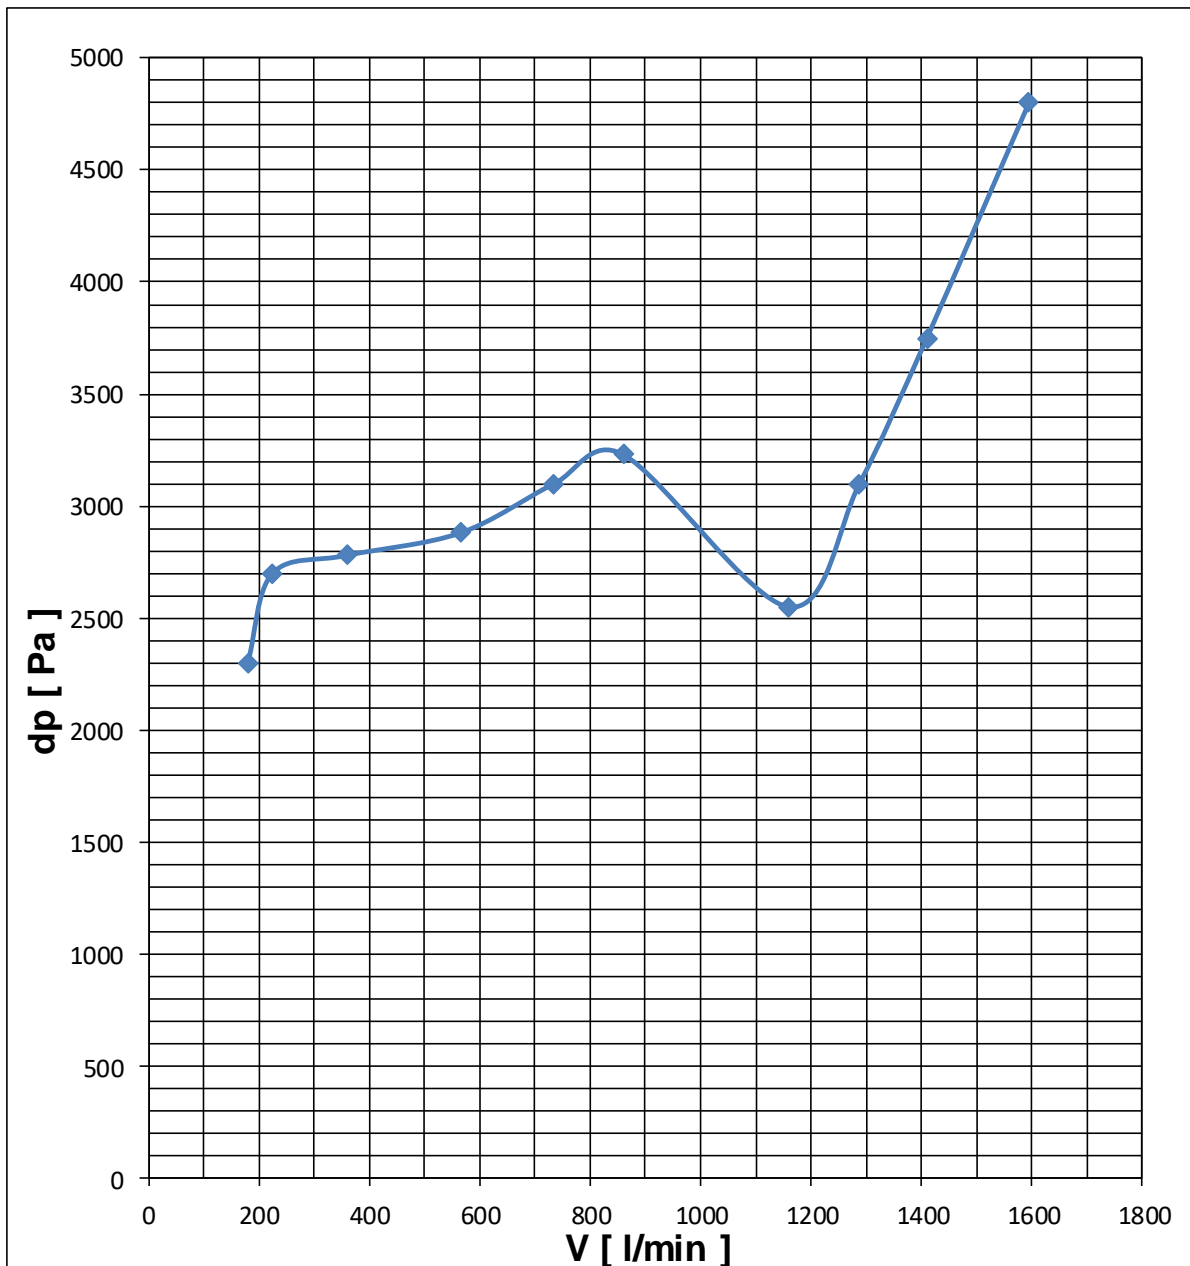
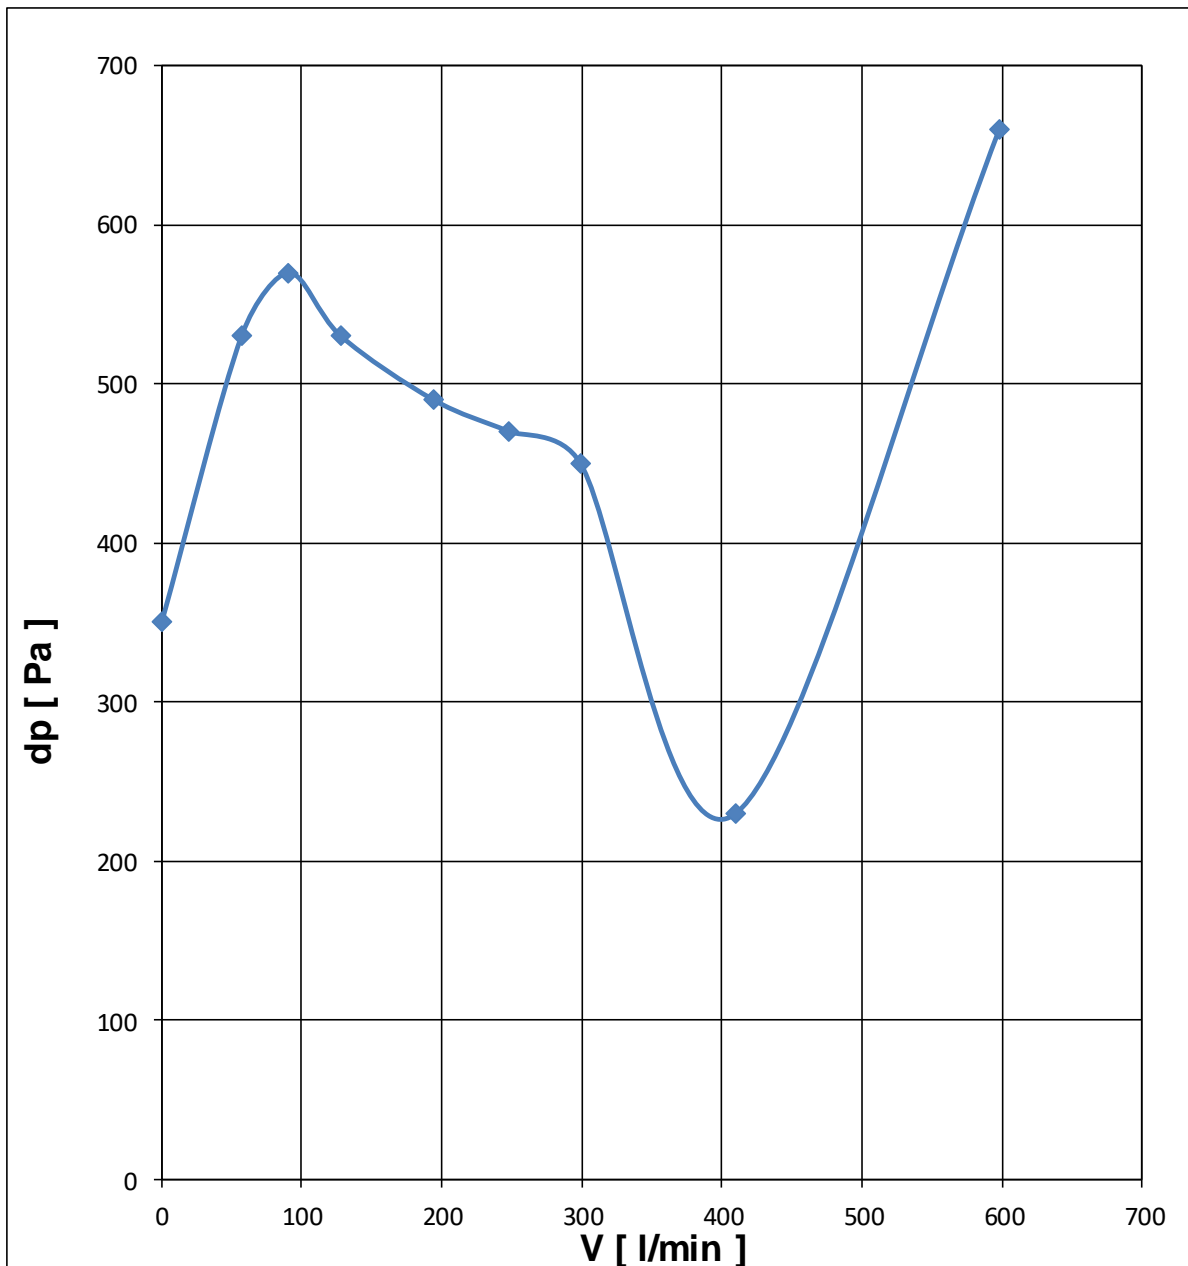

Bild 2
Bild 3
Druckverlust : siehe Bild 2 und Bild 3
- Bestellnummer (Position siehe **Bild 2**)